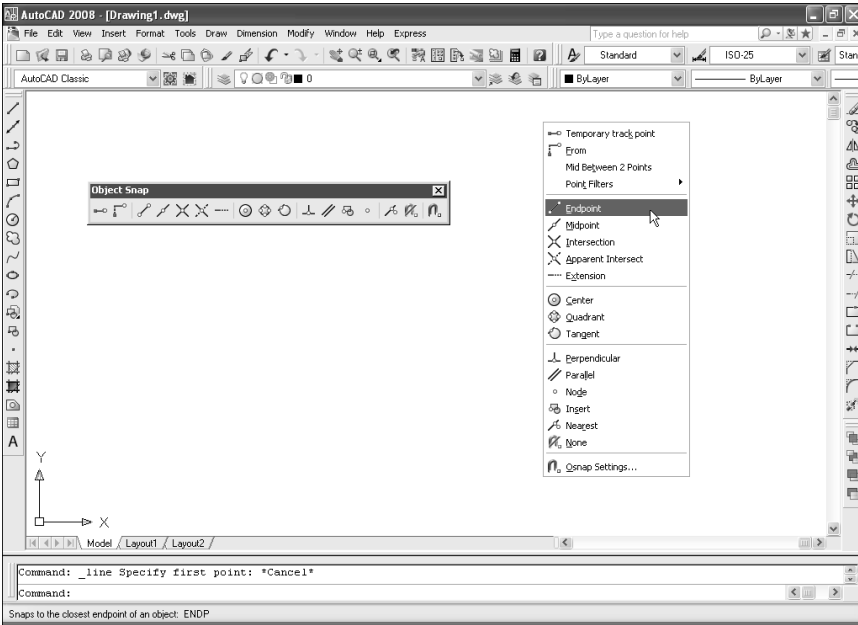

Рис. 2.1. Панель инструментов **Object Snap** и специальное контекстное меню
Включить режим объектной привязки можно с помощью различных методов. Выбор того или иного метода зависит прежде всего от того, нужен ли вам режим постоянной или разовой объектной привязки. Для быстрого запуска режима разовой объектной привязки можно воспользоваться либо панелью инструментов **Object Snap** (Объектная привязка), либо специальным контекстным меню (рис. 2.1), которое уже упоминалось в главе 1.
- откройте специальное контекстное меню (нажатие клавиши **Shift** с одновременным щелчком *правой* кнопкой мыши) и выберите из него нужный режим объектной привязки. Например, для запуска режима **Endpoint** нужно выбрать из специального контекстного меню команду **Endpoint** (см. рис. 2.1);